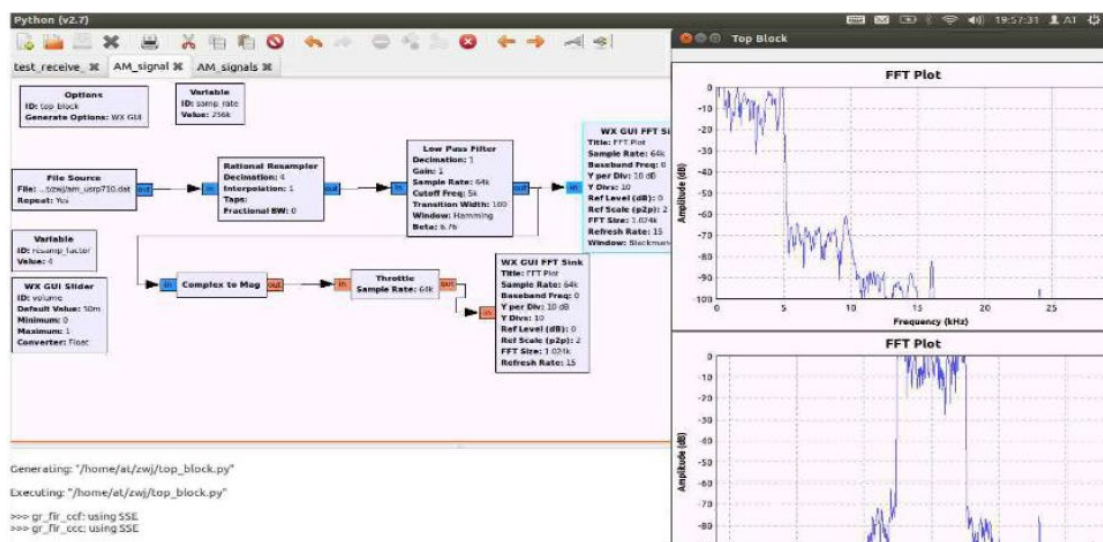

图 7
5.接下来需要做的就是信号解调。AM 信号由于是振幅调制信号，即时域波形就是信号的包络。GNU Radio 中包含一个可以将复数信号转为实数信号的模块（Complex to Mag）。流程图如图 7 所示，执行该流程图就可以观察到 AM 基带信号。尽管 FFT Sink 输入信号类型为 Float 型，但信号频谱只有正频率部分。